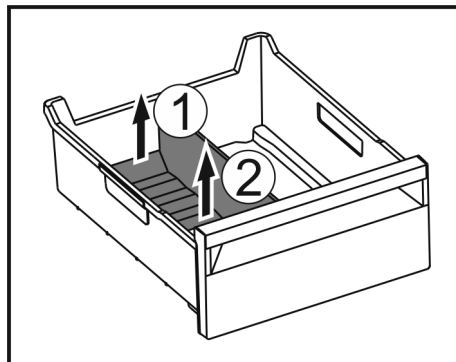

Fig. 138
- ▶ Løft den bageste del af frostrumsadskilleren. Fig. 138 (1)
- ▶ Tag frostrumsadskilleren op og ud. Fig. 138 (2)